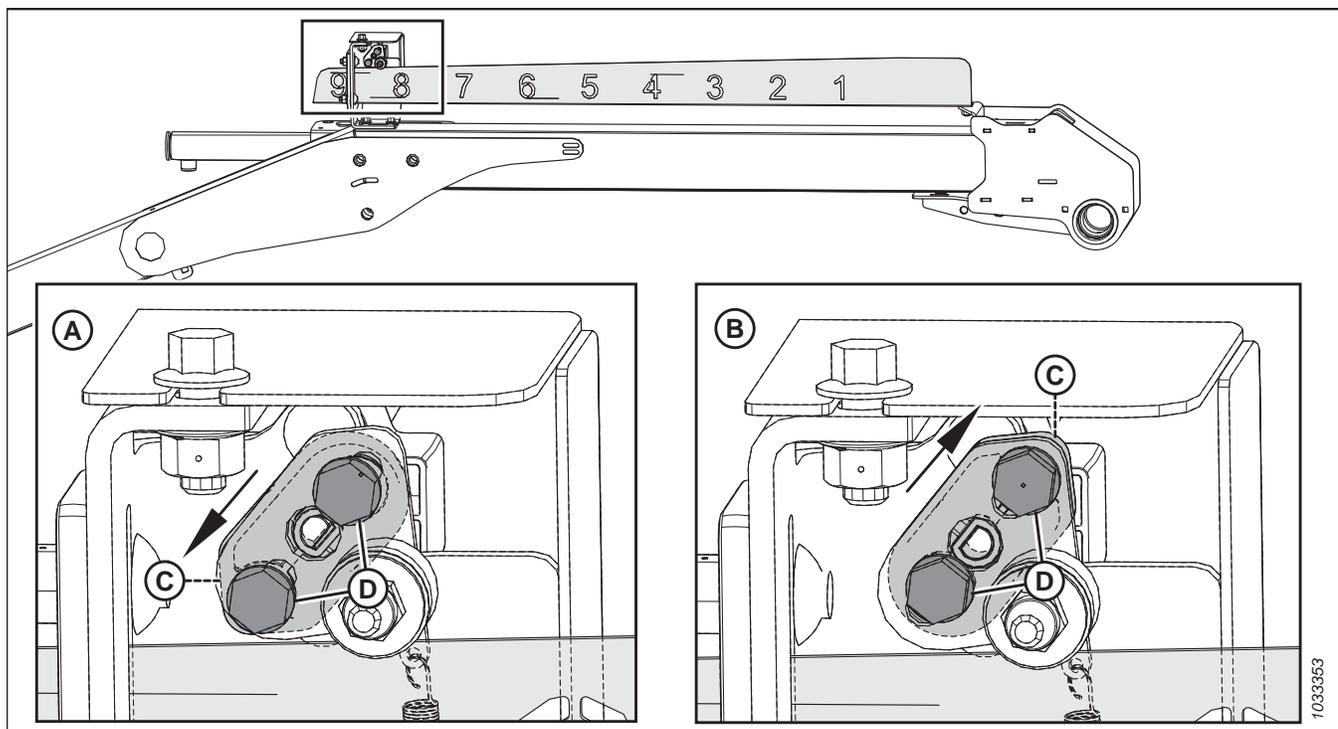

Figura 3.249: Configurações do braço do sensor
3. Verifique a orientação do braço (C) e das ferragens (D) do sensor. Certifique-se de que o braço do sensor esteja configurado corretamente para sua máquina; consulte a Figura 3.249, página 188.